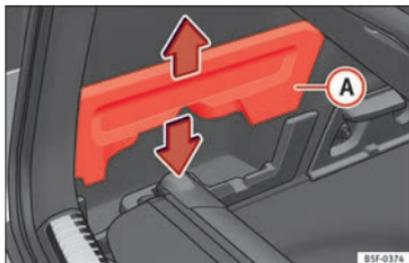

Fig. 166 En el maletero: alojamiento para guardar la bandeja portaobjetos.
- Extraiga las tapas »» fig. 166 (A) izquierda y derecha.